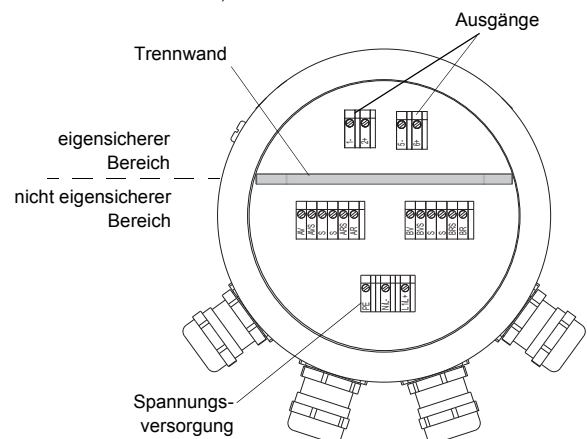

Abb. 7.9: Klemmen für den Anschluss der Spannungsversorgung und der Ausgänge
- Schließen Sie die Adern an die Klemmen des Messumformers entsprechend der Spannung auf dem Typenschild unter Klemmenleiste KL1 (siehe Abb. 7.3, Abb. 7.9 und Tab. 7.6).
- Schließen Sie die Adern des Ausgangskabels an die Klemmen des Messumformers (siehe Abb. 7.3, Abb. 7.9 und Tab. 7.7).